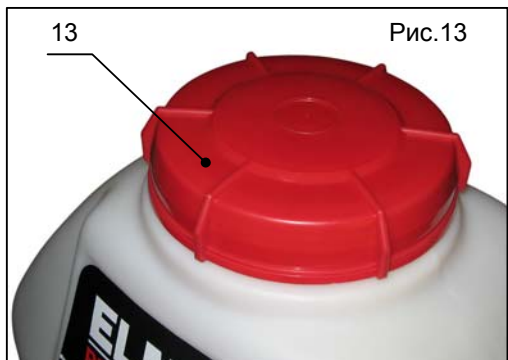

Рис.13
3. Закройте бак крышкой (поз.13, рис.13), убедитесь, что она плотно закручена.